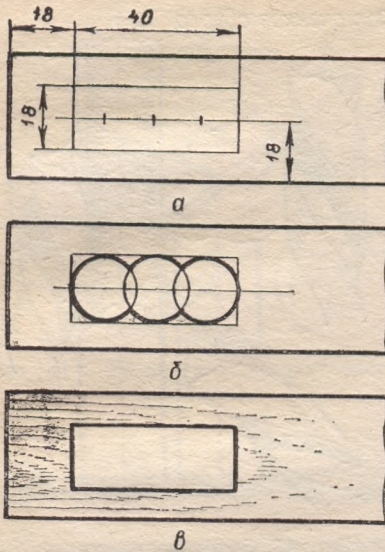

Рис. 45. Последовательность выполнения отверстия.
1. Разметить прямоугольное отверстие, провести осевую линию и наметить центры отверстий (рис. 45, а).
2. Просверлить сквозные отверстия (рис. 45, б).
3. Подчистить отверстие стамеской (рис. 45, в).